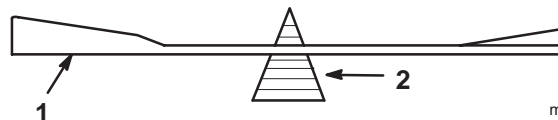
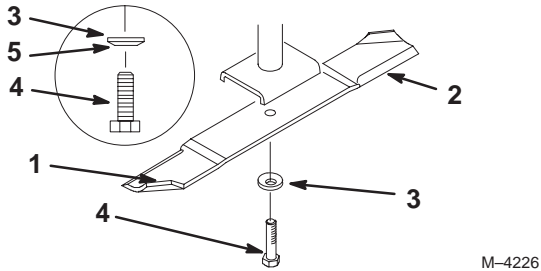

Figure 34
Figure 35
1. Tenez la lame à son extrémité avec un chiffon ou un gant épais. Retirez le boulon, la rondelle élastique et la lame de l'axe de la lame (Fig. 35).
2. Vérifiez l'équilibre de la lame en la plaçant sur un équilibreur (Fig. 34). Si la lame reste horizontale, elle est équilibrée et peut être utilisée. Si la lame est déséquilibrée, limez un peu l'extrémité de la partie incurvée seulement (Fig. 35). Répétez la procédure jusqu'à ce que la lame soit équilibrée.
1. Placez la lame sur l'axe (Fig. 35).
2. Installez la rondelle élastique et le boulon de la lame (Fig. 35). **Serrez le boulon de lame à 115–150 Nm (85–110 pieds-livre).**